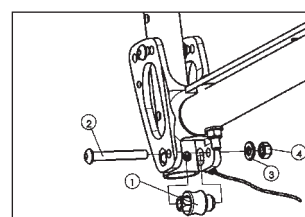

Figure 3
4. Réglage du mécanisme de bascule : dévissez légèrement les écrous du guide (Figure 3). Fixez le guide (composant 1) de sorte que le mécanisme de pliage ne présente aucun jeu lorsqu'il s'enclenche (si nécessaire, utilisez une clé plate de 10 mm). Tout en maintenant le guide en place, resserrez les écrous (5 Nm).